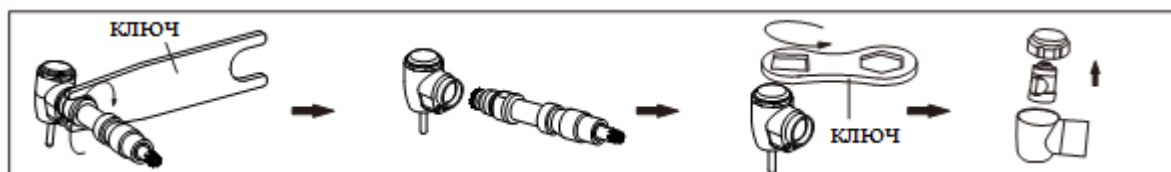

Рисунок 27
- 3) Приложите соответствующий ключ к крышке головки, затем поворотом ключа против часовой стрелки ослабьте крышку, снимите крышку (Рисунок 27).